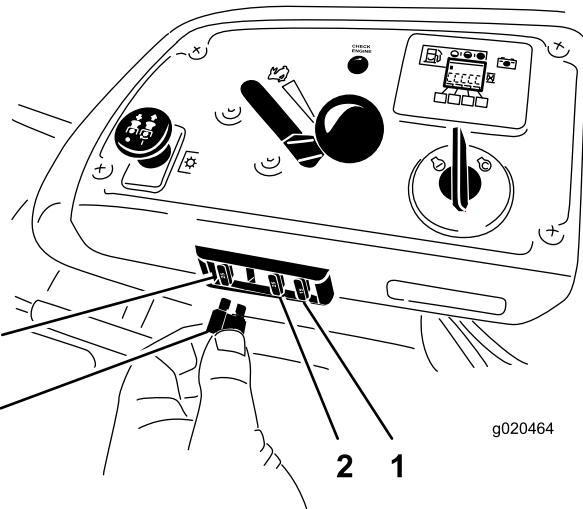

Figure 63
1. Les fusibles se trouvent sur la console, à droite du siège (Figure 63).
3. Remplacez le fusible (Figure 63).